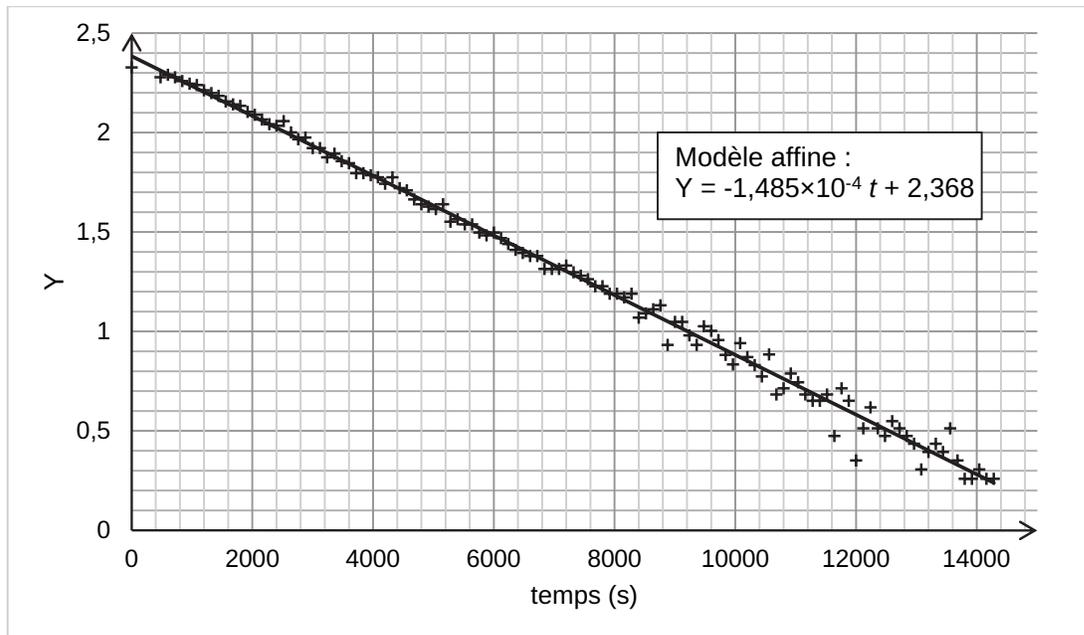

Figure 3. La représentation graphique de $Y = \ln(\theta_{\text{air}} - \theta(t))$ en fonction du temps
La représentation graphique de $Y = \ln(\theta_{\text{air}} - \theta(t))$ en fonction du temps est donnée sur la figure 3 page suivante, ainsi que sa modélisation par une fonction affine.
Q4. Montrer à l'aide de la figure 3 que l'expression (2) rend bien compte des résultats expérimentaux.
Q5. Effectuer à l'aide de la figure 3 une nouvelle estimation de la valeur expérimentale de τ et comparer à celle obtenue à la question 3.